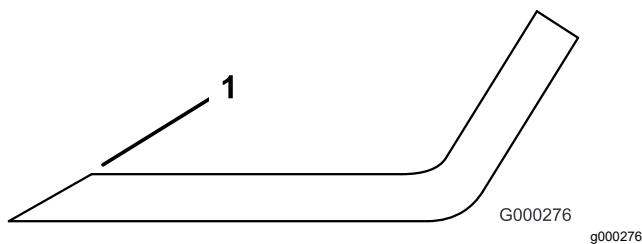

Figure 112
4. Affûtez-les s'ils sont émoussés ou ébréchés (Figure 112).